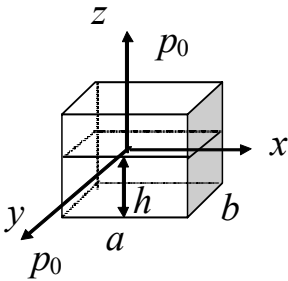

Рисунок 2.12
2.20. Жидкость заполняет прямоугольный сосуд с площадью основания  $a \times b$  (рисунок 2.12). Уровень жидкости в сосуде  $h$ . Определить силу давления на дно сосуда и боковые стенки, если  $a = 4 \text{ м}$ ,  $b = 3 \text{ м}$ ,  $h = 0,5 \text{ м}$ .